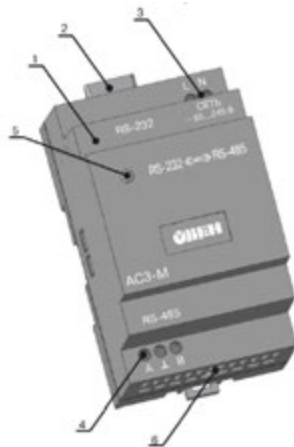

Рисунок 4.1 – Внешний вид прибора AC3-M
7.2 Подать напряжение питания на прибор и подключенные к нему устройства. О готовности прибора к работе будет сигнализировать светодиод 5 (см. рисунок 4.1) постоянной засветкой зеленого цвета.